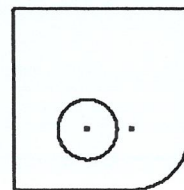
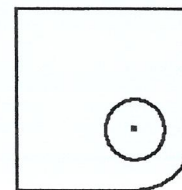

图4
图5
12. 使图4中的小圆和圆弧的圆心重合 (如图5所示), 可以采用几何约束中的同心约束, 除此之外, 还可以采用哪个几何约束来实现? 【      】